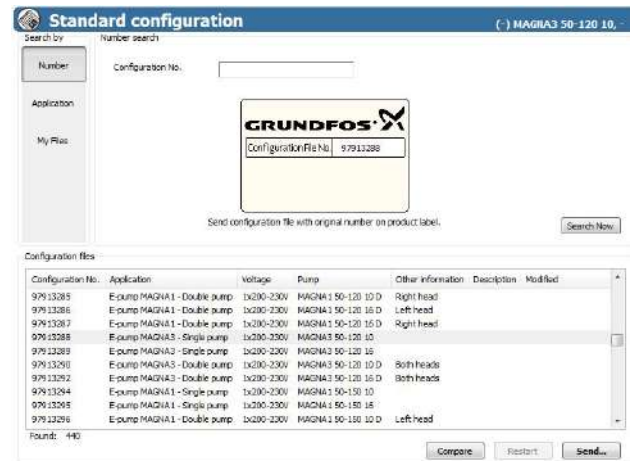

Рис. 25 Отправка файла GSC
12. Найдите правильный файл GSC в списке и нажмите [Send] (отправить). См. рис. 25 и перечень файлов GSC в разделе 13. GSC-файлы.